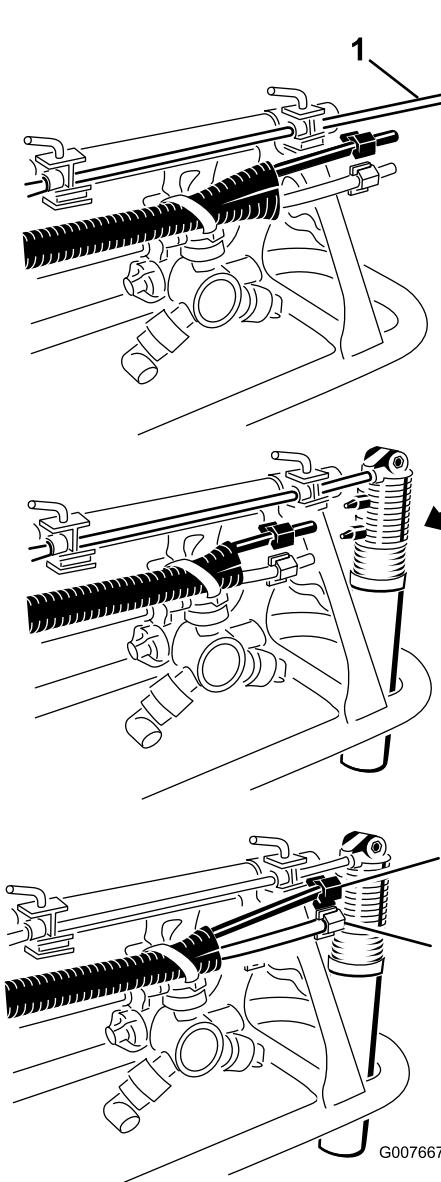

Figura 21
1. Localice las boquillas de espuma entre las piezas sueltas e instale una boquilla en la varilla de montaje, según se indica (Figura 21).